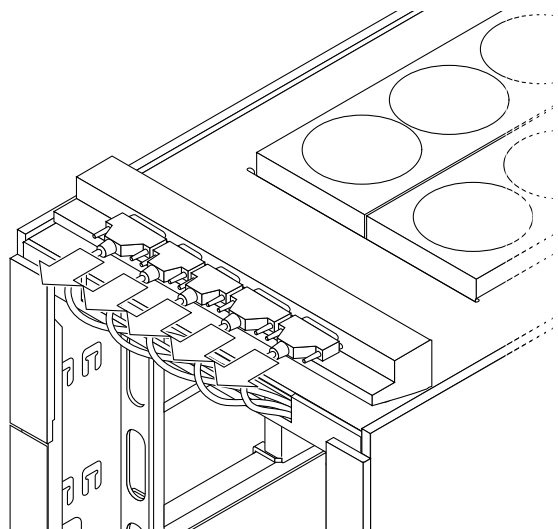

図 5-4 FrameManager のケーブルの位置
3. アセンブリから 5 本のケーブルを取り外します (図 5-4)。